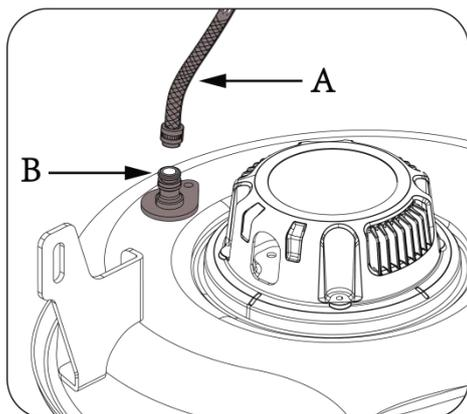

Fig. 5.3
2. Branchez un tuyau d'arrosage (Fig. 5.3.A) sur l'un des deux raccords prévus à cet effet (Fig. 5.3.B) et ouvrez l'arrivée d'eau.